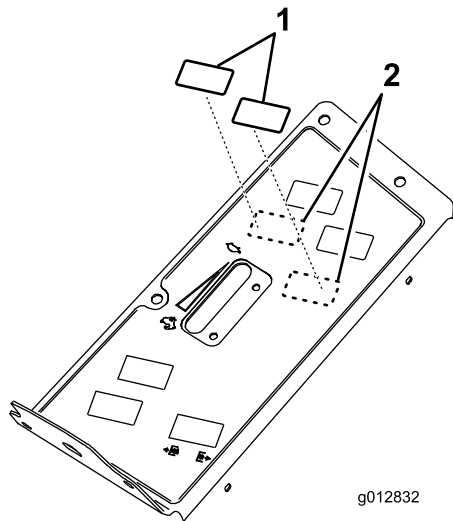

Bild 28
7. Entfernen Sie die zwei Drückplatten, die sich oben auf dem Armaturenbrett befinden (Bild 28).